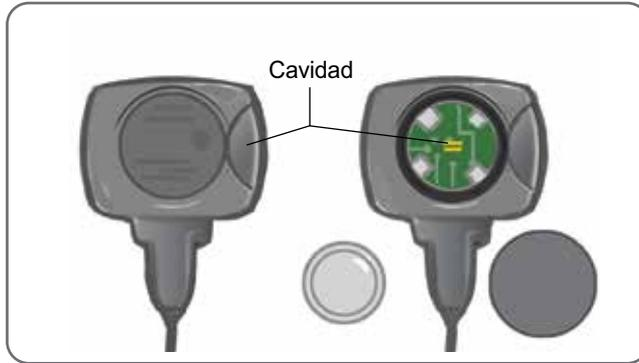

Ilustración 8-1: Sustitución de la batería del sensor de pie
1. Use la cavidad de la parte trasera del sensor de pie para levantar la tapa de la batería. Consulte la ilustración 8-1.